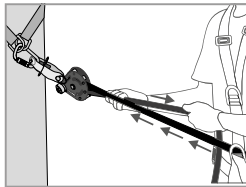
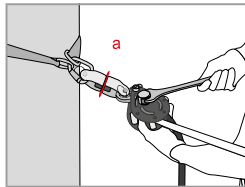

Fig 3
Fig 4
Når du har installert livlinen, må du aller først regulere spenningen ved å dra i tauet (i den enden hvor tauet har en endeknute - Fig. 3). Kammen (8) og kamspaken (4) skal da komme i kontakt med tauet. Slå ned kamspaken (4). Ved hjelp av en egnet nøkkel, justér spenningen på aksens for spenningsjustering (1) inntil skiven for spenningsmerket (a) som sitter på spenningsmerket (2) går fritt rundt (Fig. 4). Så snart skiven spinner fritt, SKAL MAN IKKE STRAMME VIDERE! Dette tilsvarer en forhåndsspenning på linen på ca. 0.5 kN. Når utstyret er i bruk, må du kontrollere denne spenningen jevnlig (skiven for spenningsmerket må spinne fritt) og ved behov, må spenningen justeres, som beskrevet ovenfor.